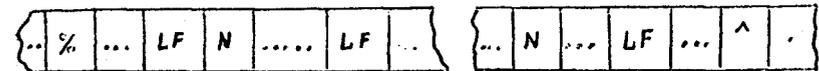

Рис. 6
УП подготавливается в соответствии с (3) в коде КОИ-7 с битом четности. Соответствие символов УП символам на пульте УЧПУ показано в таблице 10 (без указания бита четности). Символы, не перечисленные в таблице, но набитые на ленте, игнорируются при вводе. Лента с УП должна начинаться с символа %, за которым следует номер зоны, в которую будет вводиться УП. После номера зоны должен следовать символ LF (код 12). Далее должен следовать номер кадра, с которого начинается ввод УП. Предложения входного языка УЧПУ записываются в одну строчку, а кадры в них разделяются пробелами. Формат информации на перфоленте показан на рис.6.